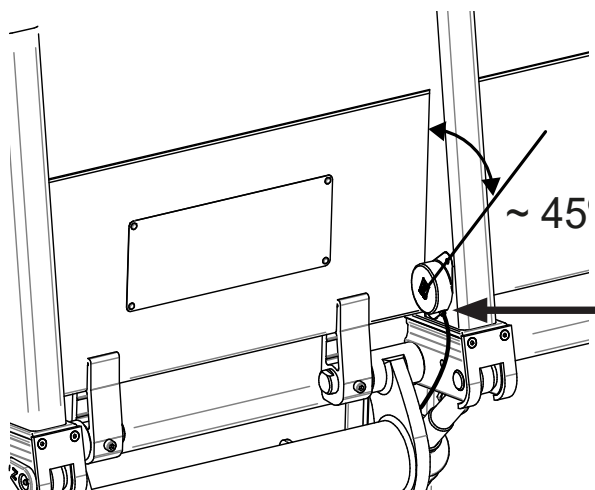

Figura 29. Montaje del sensor de ángulo en un ángulo de 45 grados y con la conexión de los cables hacia abajo
1. El sensor de ángulo redondo debe montarse con el cable hacia abajo a 45° hacia la plataforma. Consulte Figura 29. Si no hay orificios pretaladrados, taládrelos, utilice una broca de Ø5,2 mm.
Asegúrese de montar el sensor de modo que su conexión de cable quede hacia abajo, véase Figura 29.
2. Instale el sensor de ángulo IFM y el soporte incluido sobre el sensor de ángulo redondo con los tornillos incluidos. Consulte Figura 29.